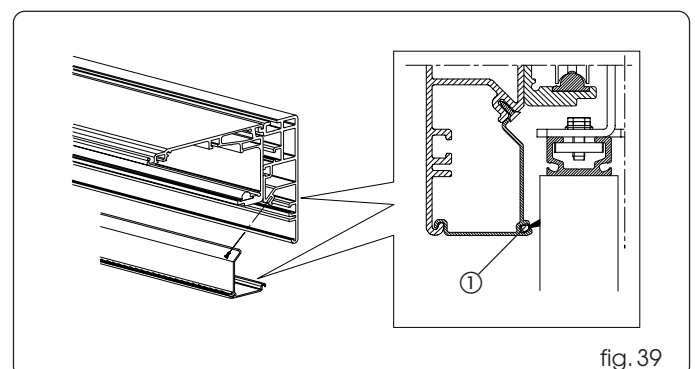

fig. 39
monte el perfil de cierre para automación autoportante tal y como se muestra en la fig. 39.
Introduzca el cepillo (si estuviera previsto) en el perfil de cierre antes del montaje fig. 39 ref. ①.